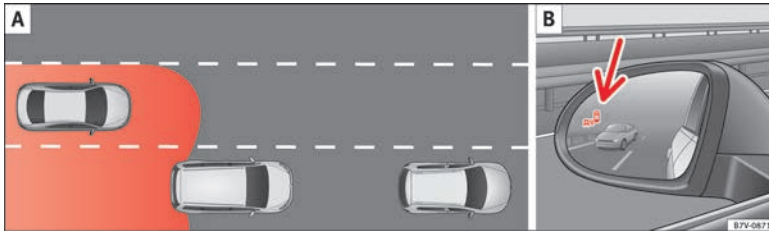

Abb. 222 Schematische Darstellung: **A** Überholvorgang mit Verkehr im hinteren Bereich. **B** Anzeige des Blind-Spot-Assistenten im Außenspiegel links.
In nachfolgenden Situationen erfolgt im Außenspiegel eine Anzeige »» **Abb. 222 B** (Pfeil) oder »» **Abb. 223 B** (Pfeil):
- Bei einer Überholung durch ein anderes Fahrzeug »» **Abb. 222 A**.